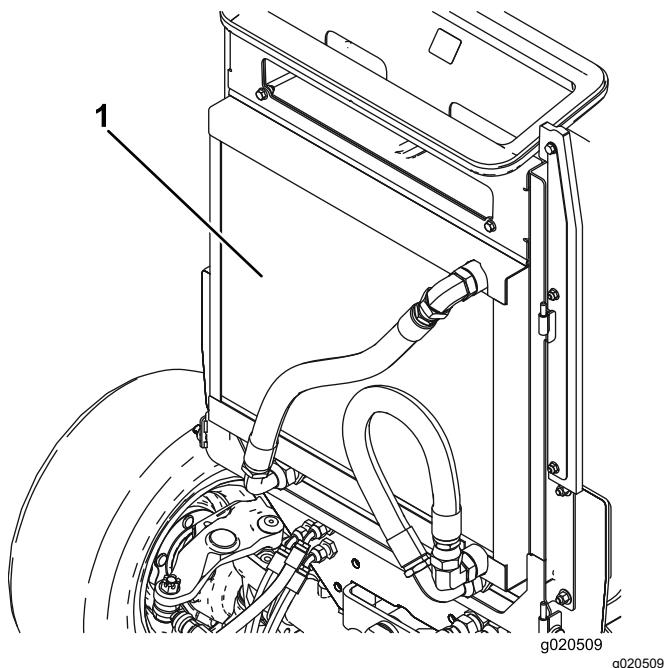

Figura 94
2. Pulite accuratamente entrambi i lati dell'area del radiatore/refrigeratore dell'olio (Figura 94) utilizzando aria compressa. Iniziate dal lato anteriore ed eliminate i detriti spingendoli verso la parte posteriore. Successivamente eseguite la pulizia partendo dalla parte posteriore e soffiando l'aria verso la parte anteriore. Ripetete la procedura più volte fino a rimuovere completamente sporcizia e detriti.